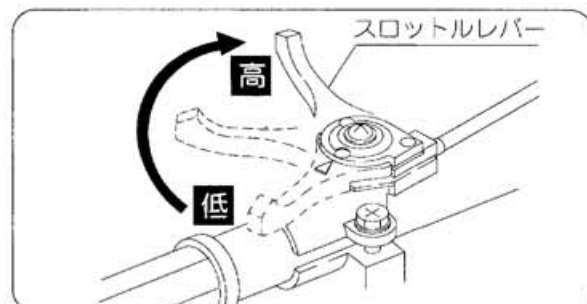

図11
- ① スロットルレバーをゆっくり「低」から「高」位置にします。(図11)